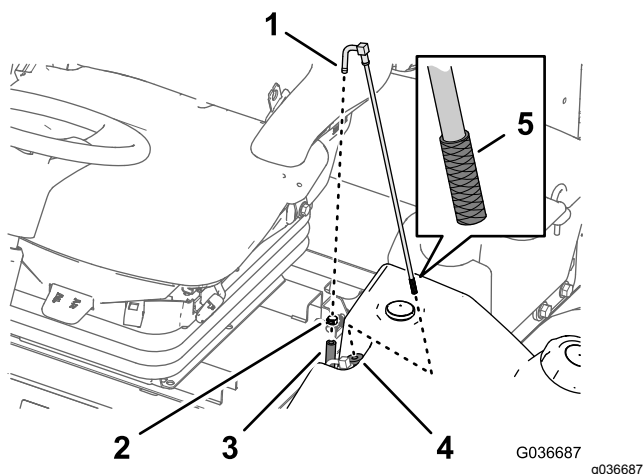

Figura 73
1. Retire la abrazadera que fija la manguera de suministro de combustible al acoplamiento del tubo de aspiración de combustible (Figura 73).
2. Retire la manguera del acoplamiento (Figura 73).
3. Eleve el tubo de aspiración de combustible del depósito de combustible (Figura 73).
4. Limpie cualquier residuo de la rejilla al final del tubo de aspiración de combustible (Figura 73).
5. Inserte el tubo de aspiración de combustible a través del casquillo de goma y en el depósito (Figura 73).